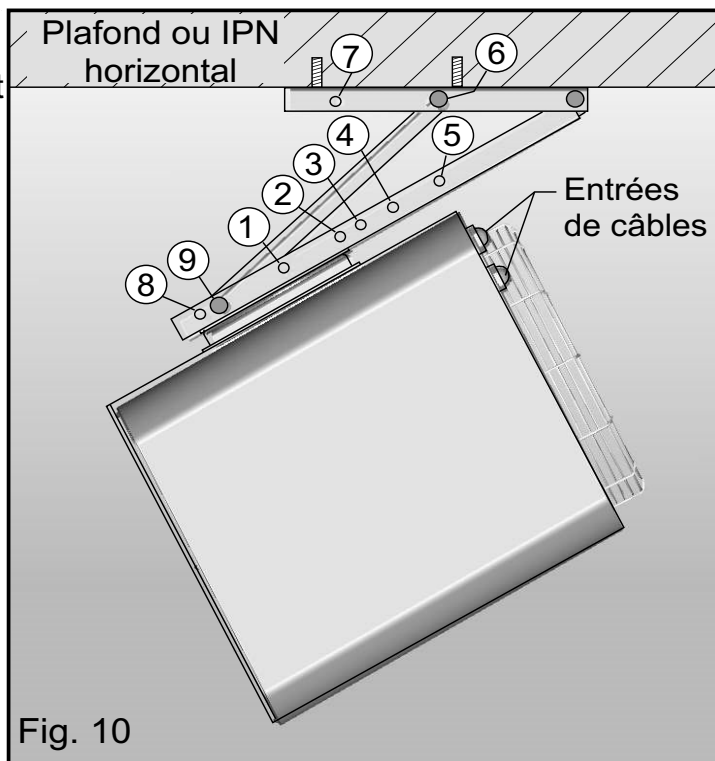

Fig. 10
B) Fixation au plafond : (Fig. 10)